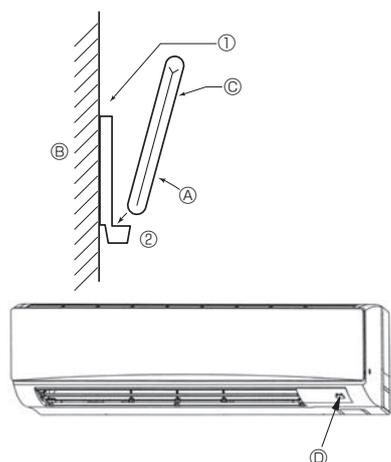

Fig. 6-2
2) Método de instalación (Fig. 6-2)
3) Preparación inicial (Fig. 6-2)